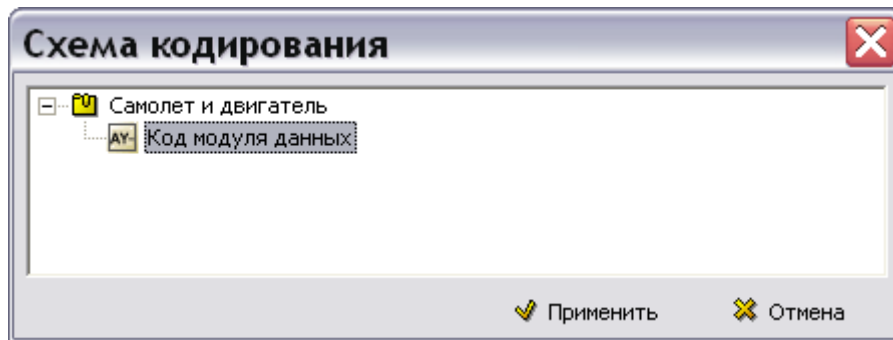

Рис. 3.3
3. В окне **Схема кодирования** раскройте список схемы кодирования «Самолёт и двигатель» (Рис. 3.3). Выделите вариант схемы «Код модуля данных».